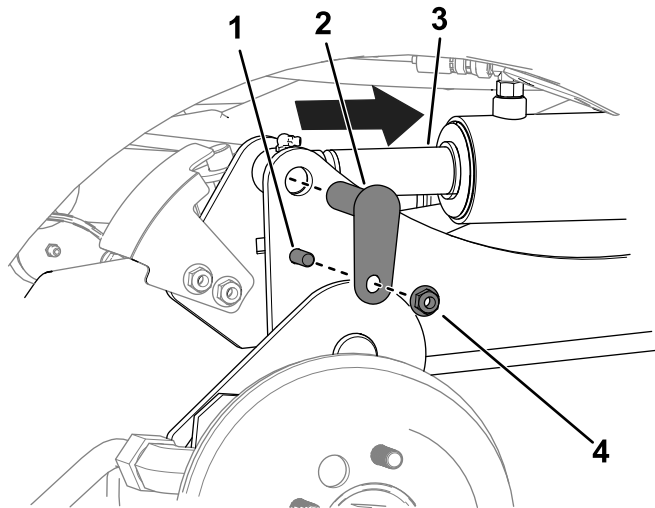

Figura 11
- C. Utilice un botador para alinear los orificios de las varillas de los cilindros con los orificios de los brazos de elevación (Figura 11).
- D. Utilice 2 pernos ($\frac{3}{8}$ " $\times$ $1\frac{1}{4}$ "), 2 tuercas ($\frac{3}{8}$ ") y 2 pasadores pequeños para sujetar los brazos de elevación a los cilindros (Figura 11).